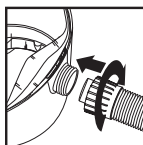

FIGURE 25
32. Réinsérez le tuyau dans l'admission et serrez l'écrou autobloquant. **FIGURE 25.**